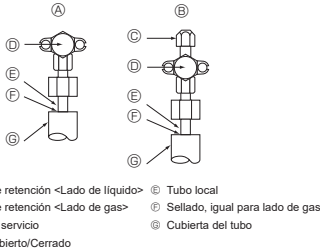

Fig. 4-4
4.4. Prueba de fuga de gas del tubo de refrigerante (Fig. 4-4)
- Asegúrese de que las válvulas de parada (A) (B) están cerradas y no las abra.
- Aumente la presión de los tubos del refrigerante mediante el puerto de servicio (C) de la válvula de parada de gas (B).
- Si la presión se reduce en los pasos (2) o (3), hay una fuga de gas. Busque el punto de fuga del gas.